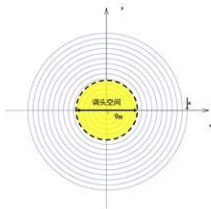

图 1.5: 调头空间示意图
3. 考虑一个螺距为 d (m)的等距螺线，下称盘入螺线，舞龙队顺时针沿盘入螺线盘入后，将会切换为逆时针沿着盘出螺线（盘出螺线与盘入螺线关于螺线中心呈中心对称）盘出。因此，舞龙队需要一定的调头空间。在设定调头空间是以螺线中心为圆心、直径为9m的圆形区域的情况下，求最小的螺距 d (m)，使得龙头前把手能够沿着盘入螺线盘入到调头空间的边界。调头空间如图1.5所示：